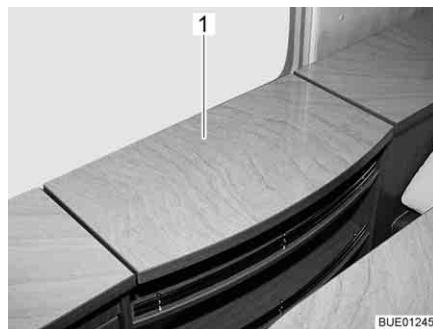
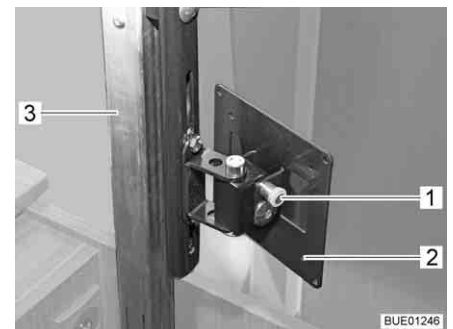

Bild 50 TV-fack
Bild 51 Lyftmekanism
- Tryck, i mitten, lätt ner locket (Bild 50,1) till TV-facket. Den höj- och sänkbara pelaren (Bild 51,3) låses upp och körs uppåt.
- Drag ut låsknappen (Bild 51,1) och vrid fästet (Bild 51,2) med den platta bildskärmen till önskat läge.
- Vrid tillbaka den platta bildskärmen till utgångsläget, tills fästet (Bild 51,2) hakar fast i låset.
- Tryck ner locket (Bild 50,1) i mitten mot den höj- och sänkbara pelarens (Bild 51,3) motstånd, tills låset hakar fast.